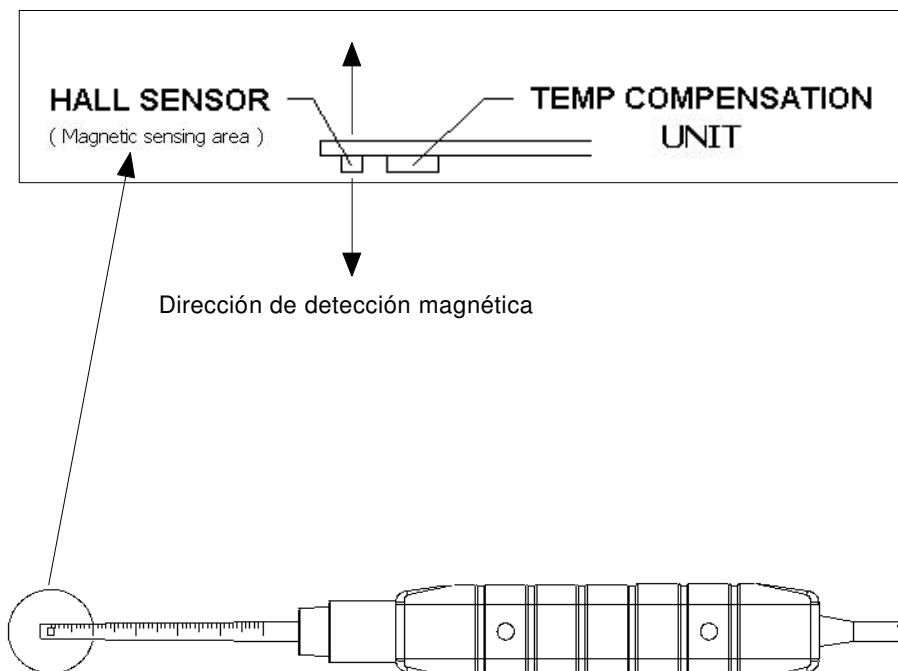

FIG. 3
4) Al contactar y cerrar el material de prueba al cabezal de la sonda (ver fig. 3), la pantalla mostrará el valor del campo magnético junto con la unidad (mG, uT).